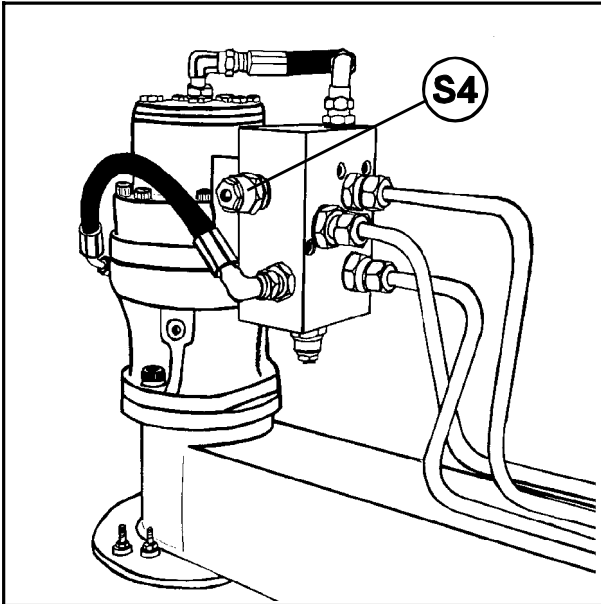

Bild 14-4
- b) **Sicherheitsventil an der Plusseite. (S4, Abb.14-4).**